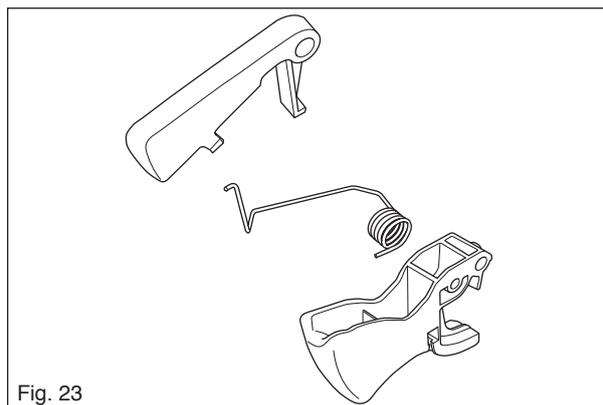

Fig. 23
- Nettoyer et contrôler minutieusement tous les éléments, voir fig. 23. S'ils présentent des fissures ou d'autres détériorations, il convient de les remplacer par de nouveaux. Toujours utiliser des pièces de rechange d'origine.